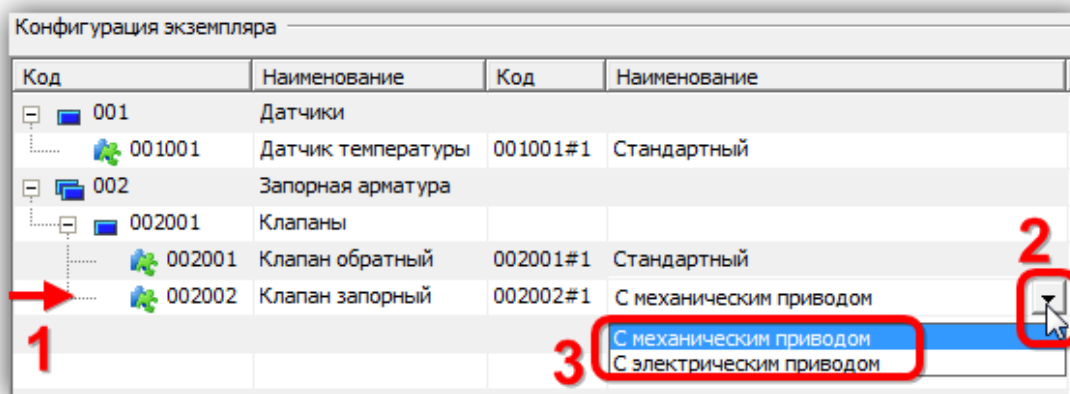

Рис. 10-209 – Настройка значений опционов для конфигурации
11) В поле «Серийные номера» будет выведен номер заказа, который был создан в окне создания заказа (5 на рис. 10-209). Если конфигурация содержит несколько заказов, то будут перечислены все серийные номера.